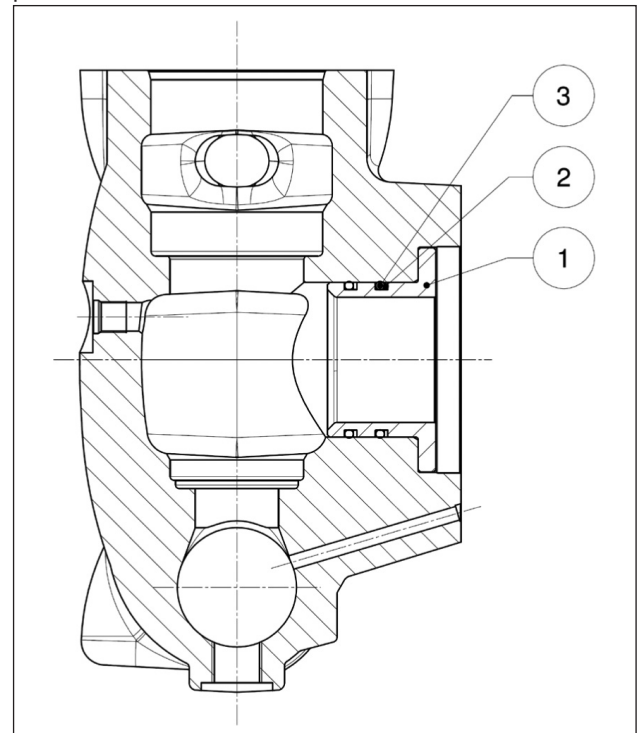
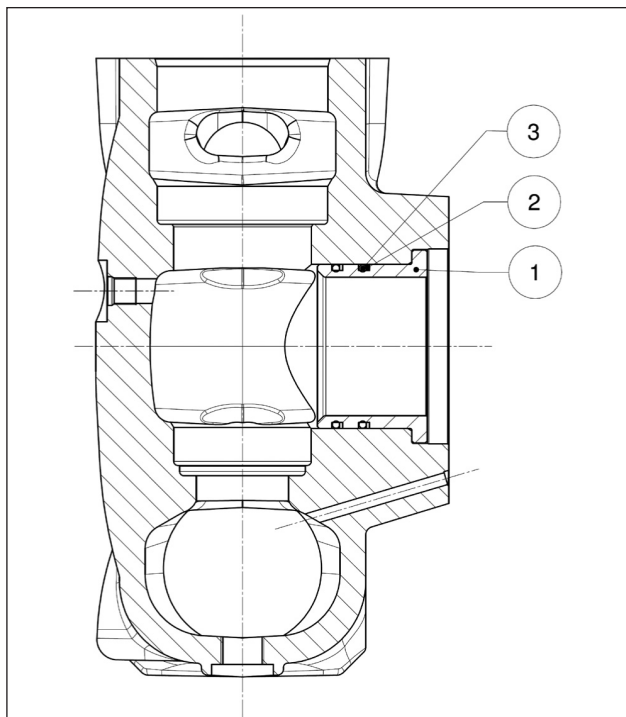

Fig. 148
Fig. 149
Après l'avoir usinée, assembler la tête en calant les douilles (rep. ①) dotées de bagues anti-extrusion (rep. ②) et de joint torique (rep. ③) comme le montre la Fig. 148 pour les versions avec piston $\varnothing 40-45-50$ et la Fig. 149 pour les versions avec piston $\varnothing 55-60-65$: